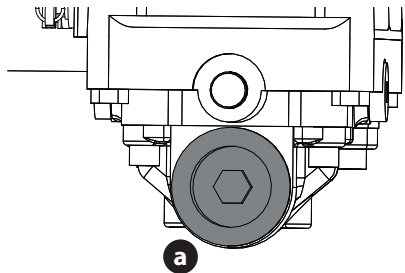

Fig. 37
- Coloque un recipiente adecuado debajo del tapón de drenaje (a) que está sobre la transmisión. Quite el tapón de drenaje (a) y deje que el aceite de la transmisión se drene (Fig. 37).